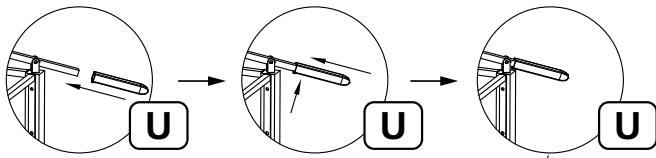

Fig. 9
Posizionare una prolunga (U) alle estremità delle traverse della copertura bilivello (H) premendo sui perni a molla all'estremità della parte H e spingendo contro la parte U per fissarle insieme, vedere la Fig. 9. Continuare a premere la parte U fino a quando il perno a molla della parte H raggiunge il terzo occhiello.